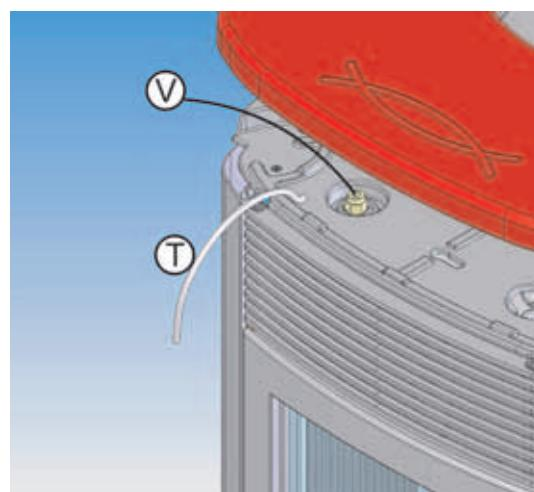

fig. 1
- Positioneer de pakking 10x2 (cod. 425810) met lengte 870 mm op het achterste zijprofiel van de verzinkte zijwand rechts en links (fig.1)